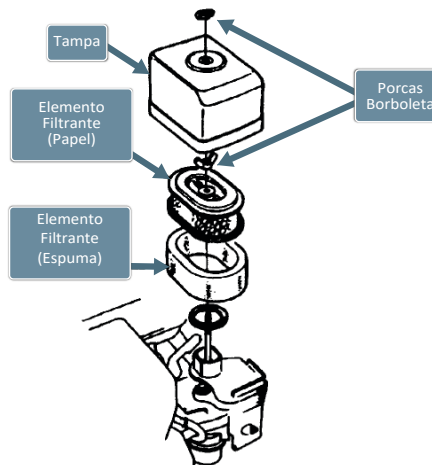

Figura 1
1. Solte a porca borboleta e remova a tampa do filtro de ar, retirando também os elementos filtrantes (Figura 1);